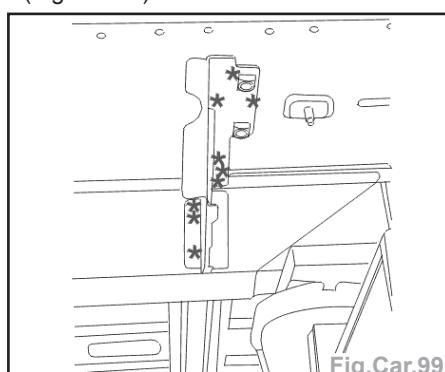

Fig.Car.99
- Découper par fraisage des points (Fig.Car.99).